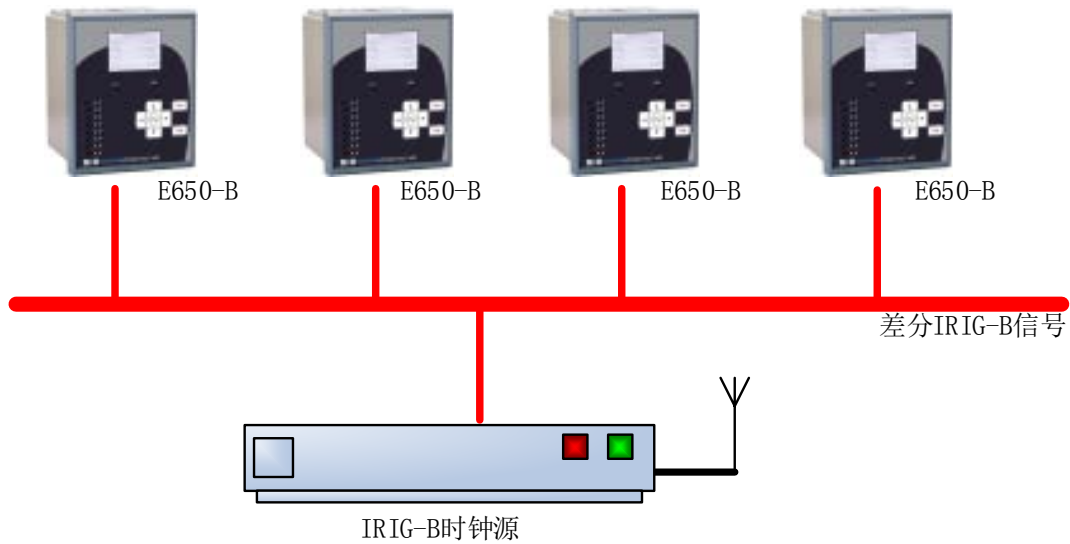

图 3.9d IRIG-B 对时源的典型应用
- IRIG-B 校正：实际接入的 IRIG-B 信号可能不是标准的格林威治时间，本参数用于将输入的 IRIG-B 时钟转换为标准格林威治时间，单位为分钟，默认值为-480。如 IRIG-B 时钟源输出的信号是北京时间，比格林威治时间快 8 小时，为了将北京时间转换为格林威治时间，本参数应设置为-480。典型的应用如图 3.9d 如示。